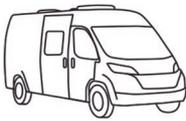

Bild 70 Verschlussdeckel für Trinkwasser-Einfüllstutzen
Der Trinkwasser-Einfüllstutzen ist mit dem Symbol "☕" (Bild 70,1) gekennzeichnet. Der Verschlussdeckel wird mit dem Schlüssel für die Außenklappenschlösser geöffnet und verschlossen.
- Schlüssel in Schließzylinder (Bild 70,2) stecken und eine viertel Umdrehung entgegen dem Uhrzeigersinn drehen.
- Trinkwasser-Einfillstutzen (Bild 70) öffnen.